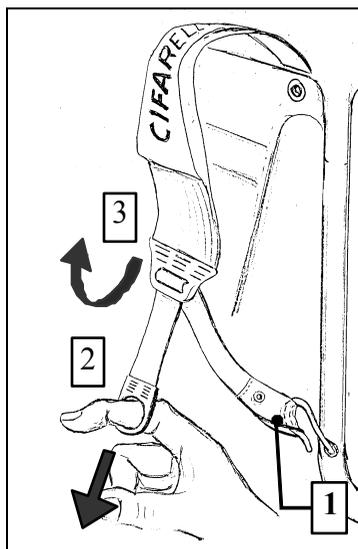

Рис. 5 (регулировка наплечных ремней)
2. При необходимости отпустите, как показано на рис. 5 повернув застежку в направлении 3.
5. Затяните лямки пластиковым кольцом Рис. 5 направление 2.
Лямки легко и просто регулируются по длине. Лямки должны крепиться к рамке опрыскивателя, как показано на рис. 5 поз. 1.
Для натяжения лямок используйте пластиковые кольца Рис.5 поз. 2.
Для удлинения лямок поверните пластиковый замок Рис.5 в направлении 3.
<p>ВНИМАНИЕ ВСЕГДА ПРОИЗВОДИТЕ РЕГУЛИРОВКУ С ВЫКЛЮЧЕННЫМ ДВИГАТЕЛЕМ И КНОПКой В ПОЗИЦИИ "STOP". В СЛУЧАЕ ОПАСНОСТИ ВЫ МОЖЕТЕ ЛЕГКО СКИНУТЬ ОПРЫСКИВАТЕЛЬ, ОТПУСТИВ ЛЯМКИ (РИС. 5 НАПРАВЛЕНИЕ 3)</p>